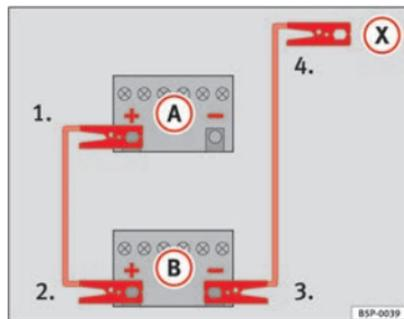

Fig. 151 Esquema de conexión de los cables de emergencia
En la ⇒ fig. 151 (A) representa a la batería sin carga y (B) a la batería con carga.
1. Emberne un extremo del cable de emergencia rojo al polo positivo ⇒ fig. 151 (+) del vehículo con la batería descargada ⇒ ⚠.
4. Emberne el otro extremo del cable negro de emergencia (X) a una pieza de metal maciza unida al bloque motor o al mismo bloque motor del vehículo con la batería descargada, lo más alejado posible de la batería ⇒ ⚠.